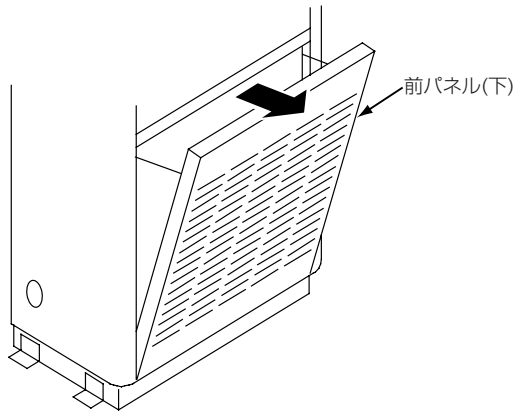

図1
(1) PAC-CJ71FF~73FFの場合
- ①前パネル（下）を手で手前に倒してください。…図1
(2) PAC-CJ74FF, 75FFの場合
- ①前パネル（下）を手で手前に倒してください…図1
- ②製品本体と前パネル（下）に取付いているストリング（左右2本）のフックを手で取外した後、前パネル（下）を製品本体から取外してください。…図1